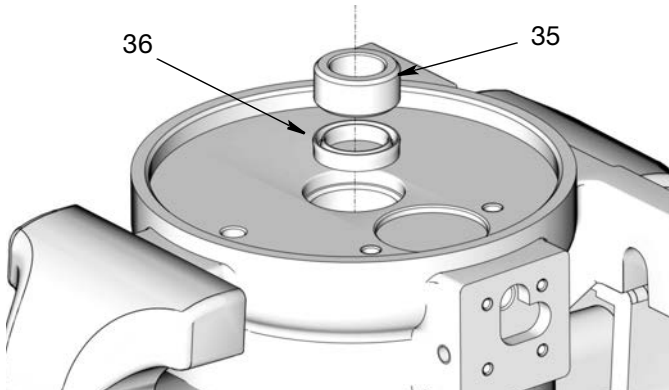

FIG. 28
1. Placer le joint en coupelle (36) avec les lèvres vers le haut et la douille (35) dans le corps (3) du moteur pneumatique (Fig. 28).